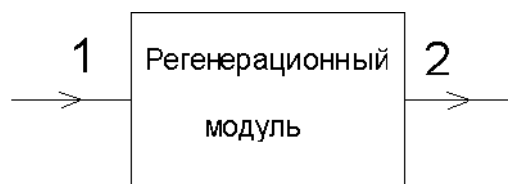

Рисунок 7
2.1.4 Модем, установленный в позицию “**MOD1**”, работает в режиме RТА - 1-ое направление (см. рисунок 7). Далее по тексту этот модем будет обозначаться, как **RТА**.
2.1.5 Модем, установленный в позицию “**MOD2**” работает в режиме СОТ на магистральном направлении - 2-е направление (см. рисунок 7). Далее по тексту этот модем будет обозначаться, как **СОТ1**.